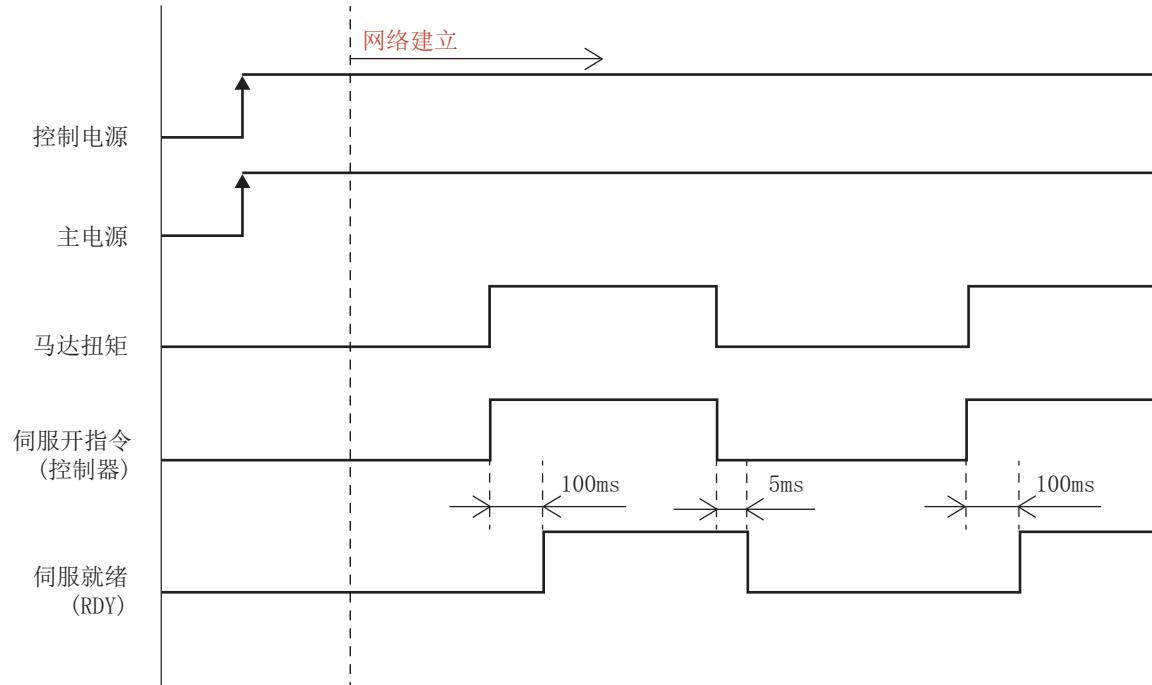

图2-11 时序图
- c. 在使用带有制动的马达的情况下，请在使马达动作之前切实地解除制动。在未解除制动就使得马达动作的情况下，恐会导致马达烧损，所以请在参照「图 2-11 时序图」的基础上，注意时机。